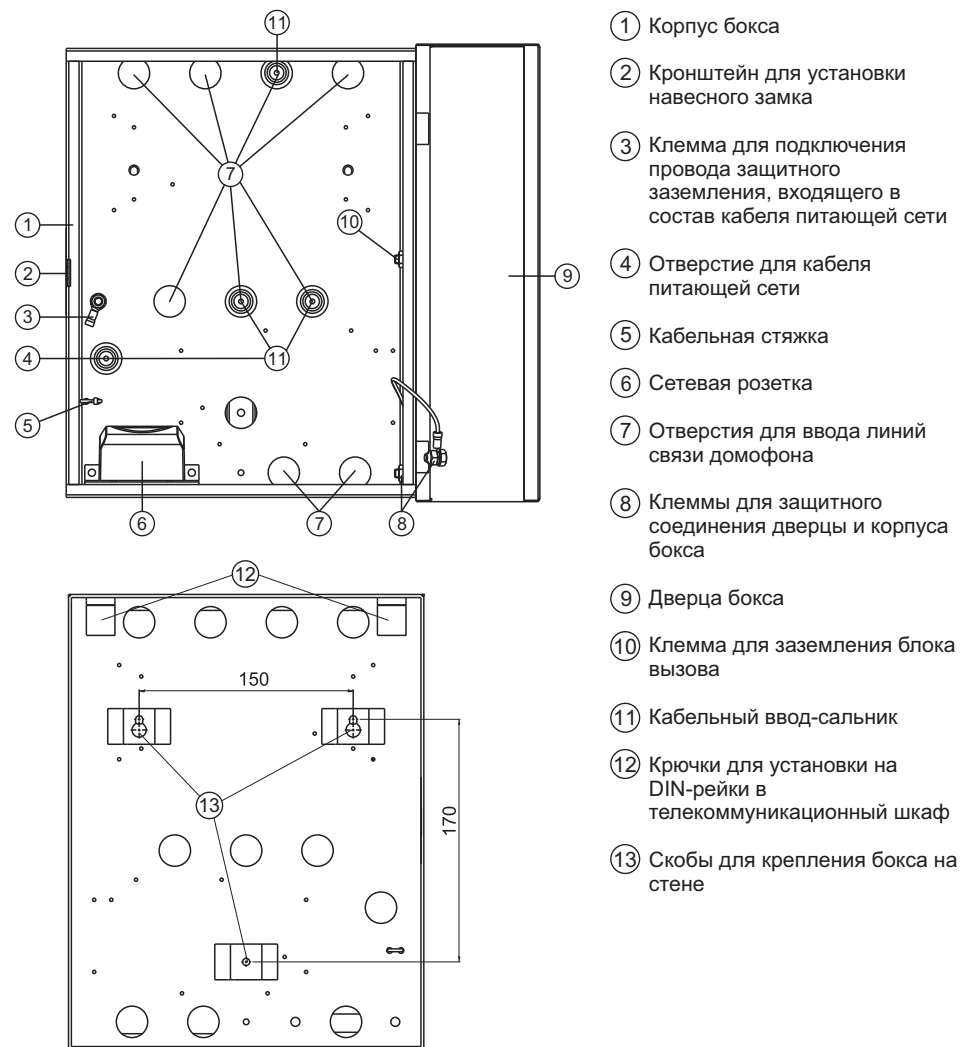
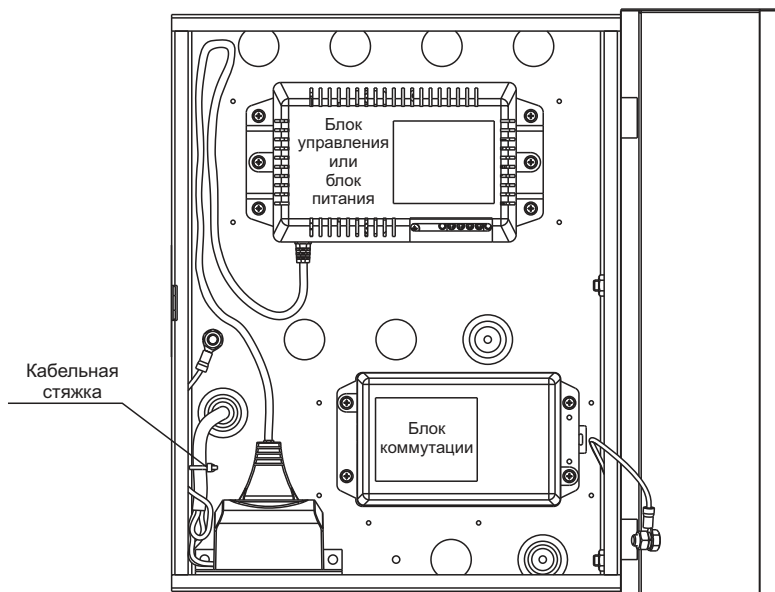

Рисунок 1 - Внешний вид и установочные размеры бокса
Рисунок 4 - Расположение блока управления / блока питания и блока коммутации в боксе
Для крепления на стене используются скобы (13) (см. рисунок 1) на задней стенке бокса, а также шурупы 4x35 и дюбеля 6x30 из комплекта поставки.
- Заведите провода линии связи в бокс через отверстия (7) (см. рисунок 1).
- Если конструкция блока вызова предусматривает его заземление, подключите защитный провод блока вызова к клемме (10). Защитный провод соединяется с кабельным наконечником клеммы методом опрессовки.
- Подключите сетевую вилку блока управления / блока питания к розетке (см. рис. 4).